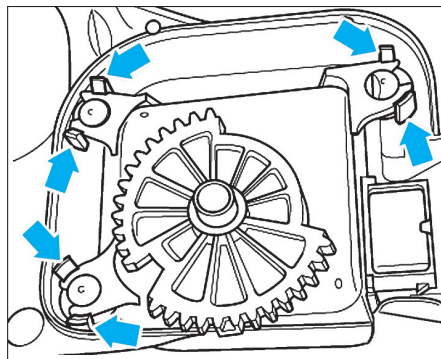

FIG. 29
- Déposer les vis (2) et (3).
- Débrancher le connecteur (4) puis extraire le servomoteur (5) dans le sens de la flèche.
- Repousser le crantage du support comme illustré (Fig.29).